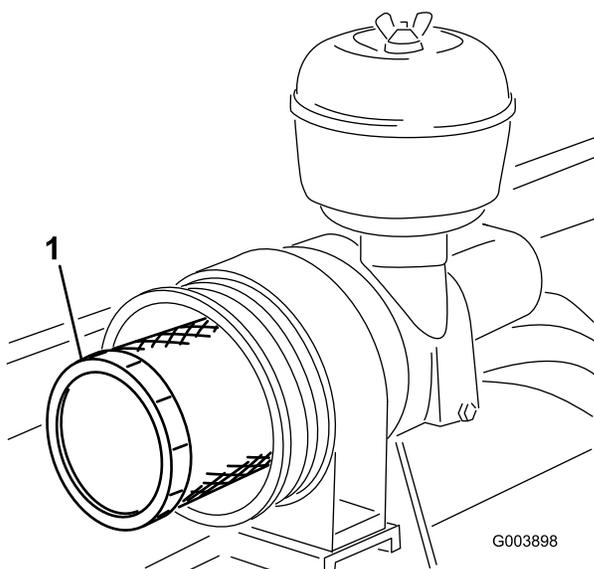

Figure 51
3. Déposez et remplacez l'élément principal (Figure 51).